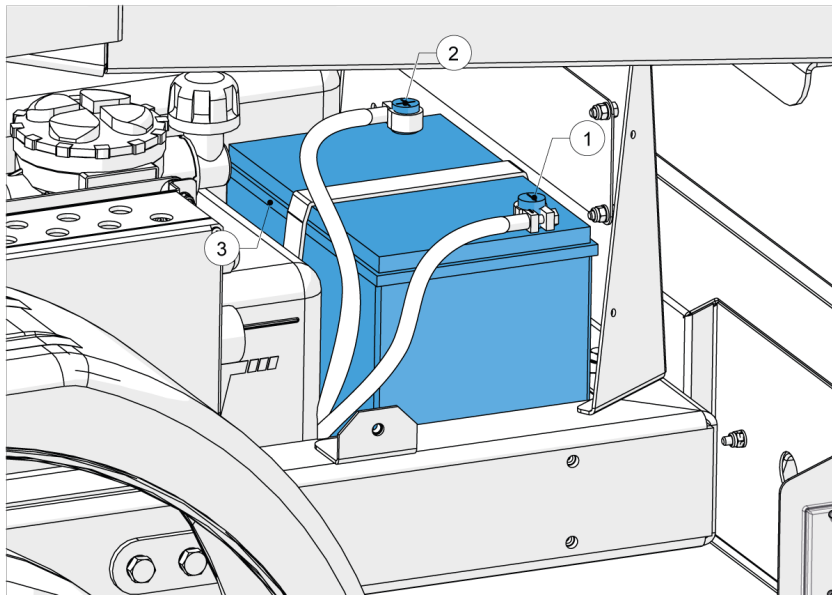

Abbildung 69 - Starterbatterie Klemmen
5. Entfernen Sie das Minuskabel an der Starterbatterie (1, Abbildung 69), und dann das Pluskabel (2, Abbildung 69).
11. Schließen Sie das Pluskabel an die Starterbatterie an (2, Abbildung 69), dann das Minuskabel (1, Abbildung 69).